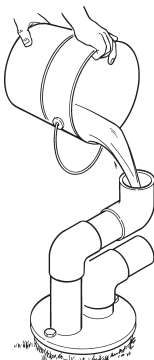

Figura 11
7. Sujetando FIRMEMENTE la tubería, llénela con agua para asegurarse que las conexiones y la válvula check no tengan fuga (ver Figura 11). Las tuberías deben retener el agua. Si hay fugas, saque las tuberías y encuentre la fuga. Cubra la unión en donde está la fuga con cinta de Teflón o vuelva a apretar la abrazadera. Repita la instalación y vuelva a llenar la tubería para revisarla, repita este procedimiento hasta que no haya fugas.